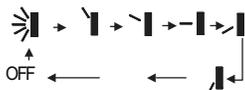

**Fig. 6 – Vitesse du ventilateur**
**REMARQUE:** La figure 5 montre l'état désactivé de l'appareil lorsqu'il est en circuit. La figure 6 montre l'état activé de l'appareil lorsqu'il est en circuit.